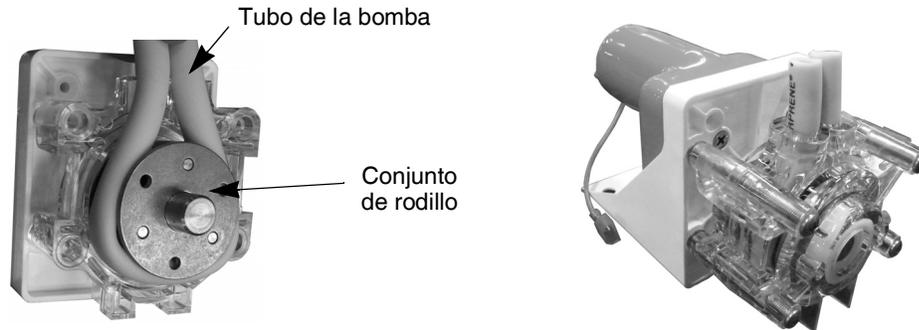

Figura 15. Conjunto de bomba
3. Quite **SOLO** la mitad del cuerpo de la bomba trasera para revelar el tubo y los rodillos (consulte la Figura 15).